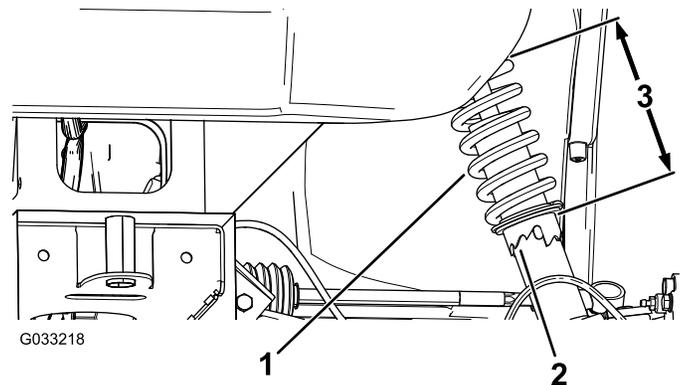

図 47
2. キャンバの調整が必要な場合には、スパナレンチでショックアブソーバのカラーを回してホイールを整列させる図 47。